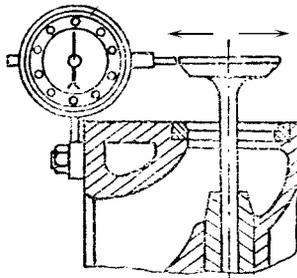

图 2-13 检查气门杆与导管配合间隙
(1) 用手堵住气门导管一端，把气门杆插入气门导管内，靠气门本身重量能缓慢下降。用手左右摇动气门杆时仅有微小晃动，表明间隙适当，否则更换，如图 2-13 所示。